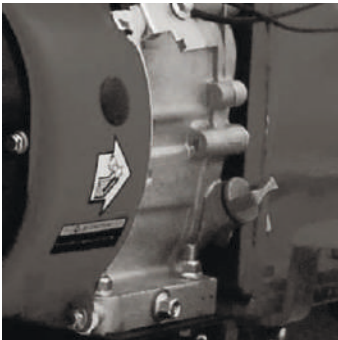

Рис. 3-1
- Открутите крышку-щуп маслозаливной горловины. (См. рис. 3-1)